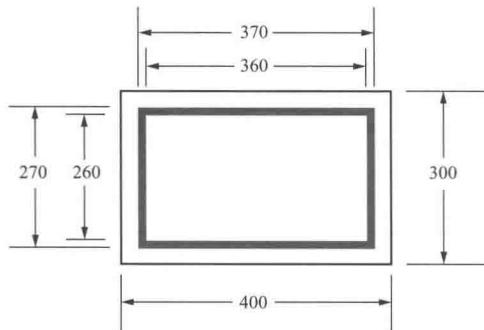

图 1-2 变压器标志牌尺寸参考类型（二）
(3) 变压器标志牌尺寸参考类型（二）如图 1-2 所示。
(4) 对于特殊情况的变压器其标志尺寸可采用等比例放大或缩小。